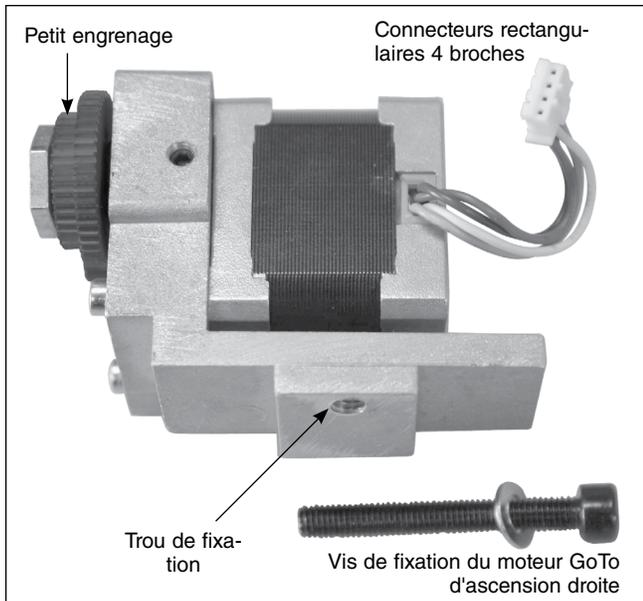

Figure 3. L'ensemble moteur d'ascension droite GoTo
3. L'ensemble moteur d'ascension droite GoTo est identifié par le connecteur rectangulaire à 4 broches fixé sur le corps du moteur (**Figure 3**). Le moteur sera fixé à la monture par une longue vis d'assemblage à six pans creux de 40 mm qui passe par le trou arrière de la monture équato-